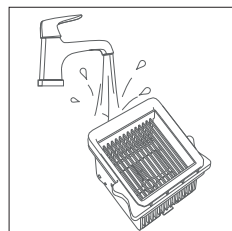

Fig. 18 – Limpieza del filtro
- ▶ Limpie también el filtro EPA 10 bajo un chorro de agua tibia (**véase Fig. 18**).